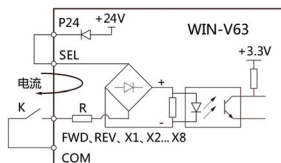

图 3-21 使用内部 24V 时输入干接点信号接线示意图
- ①用变频器内部的 24V 电源，接线方式如图 3-21 所示。（出厂时 SEL 和 P24 已短接）